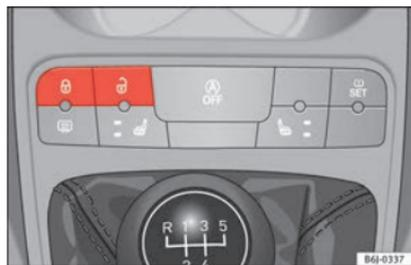

Fig. 6 Ver ubicación en la Fig. 3
- Bloquear: pulse el botón  » fig. 6. Ninguna de las puertas se abre desde el exterior. Las puertas pueden abrirse desde el interior, tirando de la palanca de apertura de la puerta.
- Desbloquear: pulse el botón  » fig. 6.